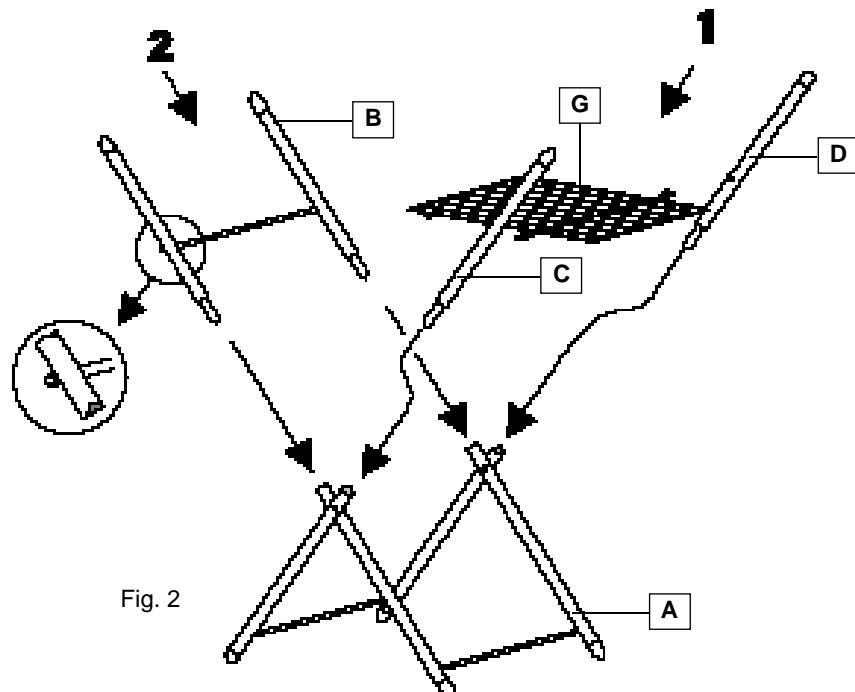

Fig. 2
- De buitenste arm B in de specifieke positie van de standaardpoten A steken, eroplettend dat het verbindende dwarsstukje geplaatst is zoals aangegeven in fig. 2.